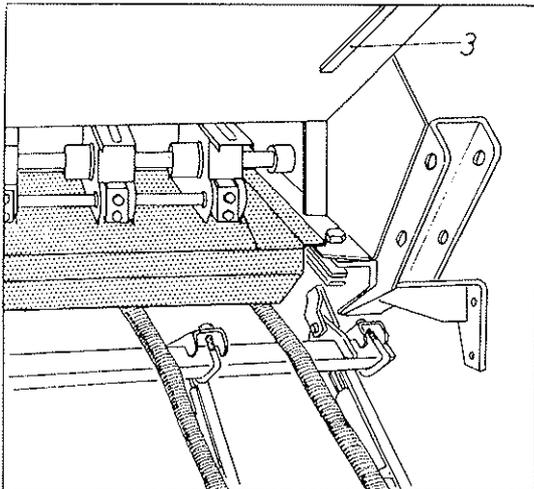

Fig. 2
SEGUNDO: Se retira la bandeja de su asiento de transporte (3) y se desliza horizontalmente debajo de los dosificadores (fig. 2).